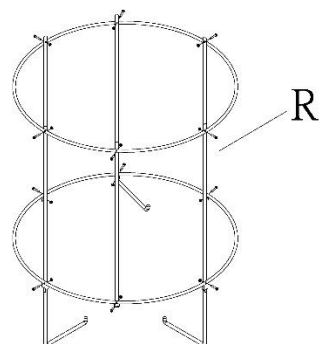

Figure 13
18. Vissez les supports longs et courts dans les arceaux en alternant, comme indiqué dans la Figure 13. Sécurisez avec douze écrous hexagonaux et vis à tête cylindrique (HP10,HP11).(Remarque : les torsions sur les longs supports pointent vers l'intérieur comme indiqué.)